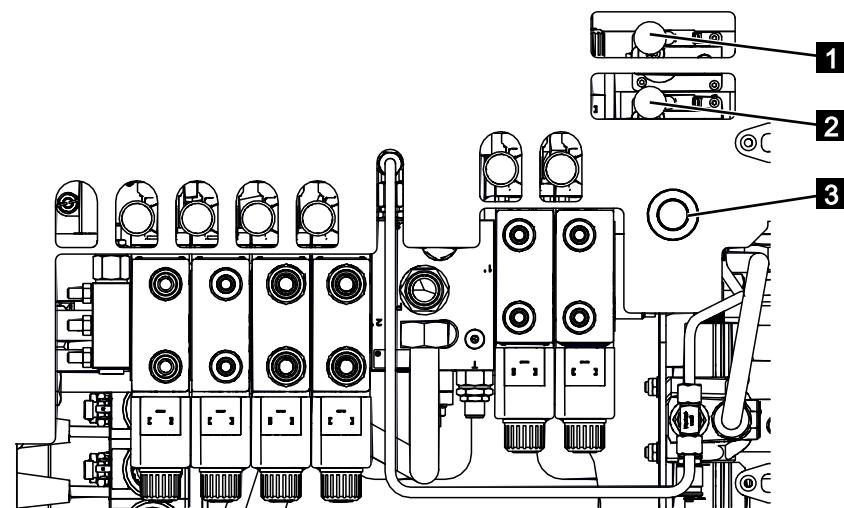

Abb. 188
- Den Taster [*Notbedienung*] (Abb.188/3) drücken und halten.